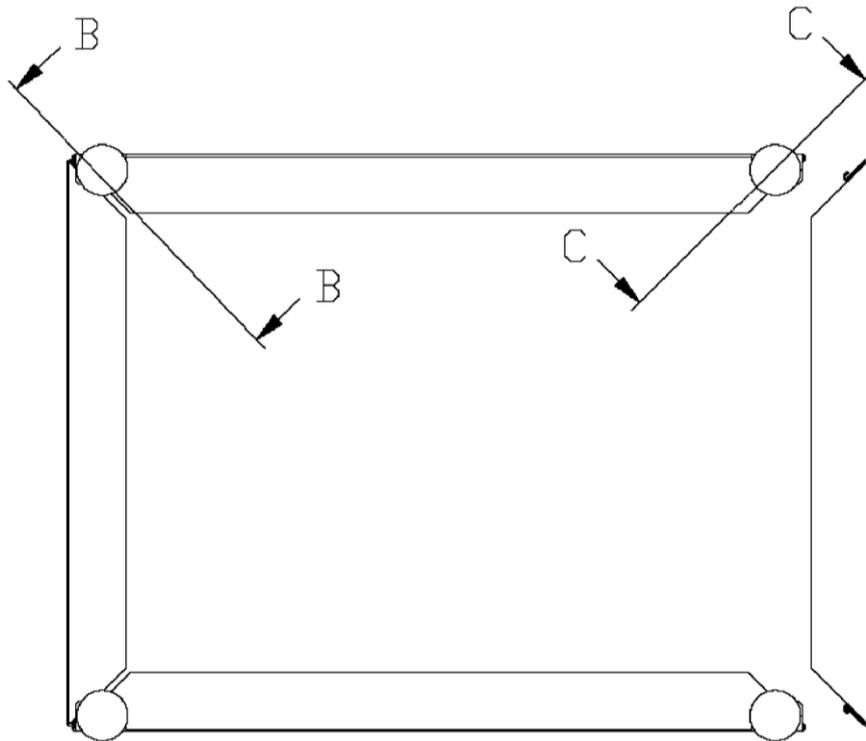
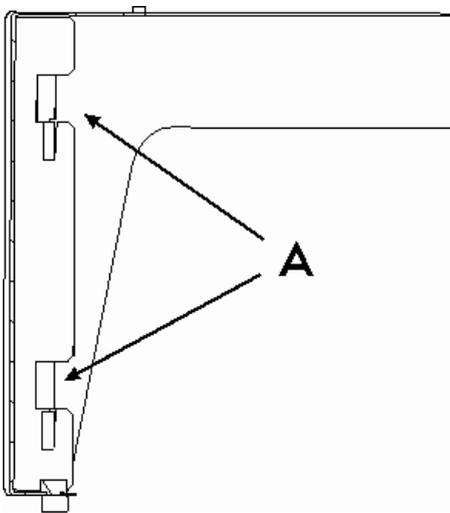
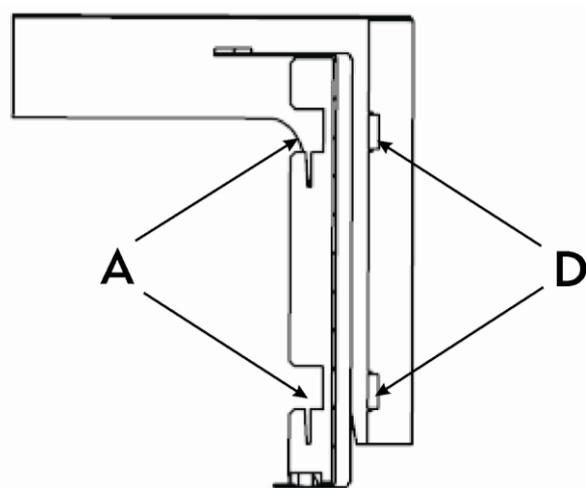

Bild 18: Seitenteile des Montagerahmens
Bild 19: Detail Schnitt B-B
Bild 20: Detail Schnitt C-C
- Fügen Sie die Seitenteile des Montagerahmens gemäß Bild 18 und den Schnittdarstellungen in Bild 19 und Bild 20 zusammen.